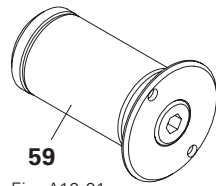

Fig. A10.01
- Stopper MX18-50 MF-LS (Fig. A10.01)